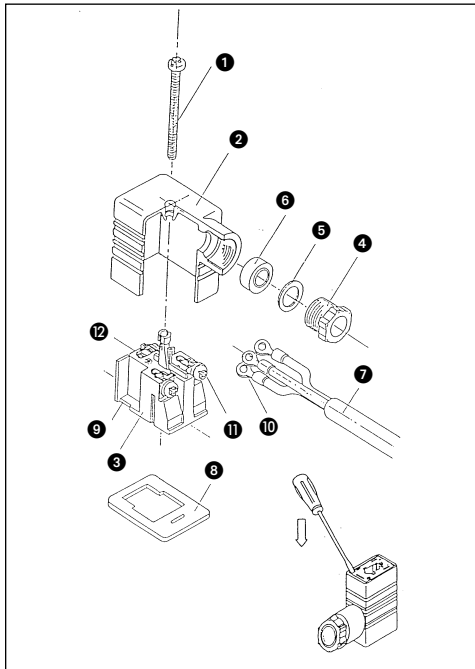

Fig. 3
### Démontage (Fig. 3)
- Le repère 9 indiqué par une flèche se trouve sur la partie inférieure du bornier 3. Insérez un tournevis dans la fente entre le boîtier 2 et le bornier 3, et faites lever sur le boîtier 2 pour retirer le bornier 3. Voir fig. 3.
### Câblage (Fig. 3)